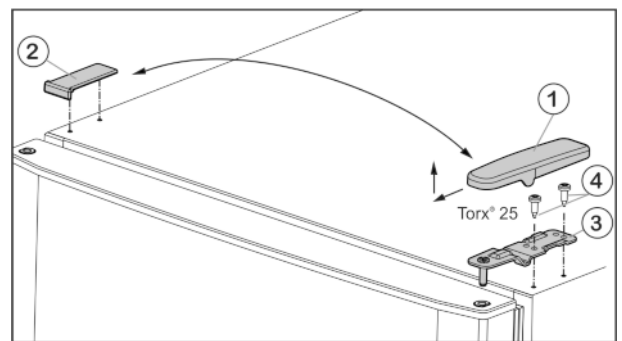
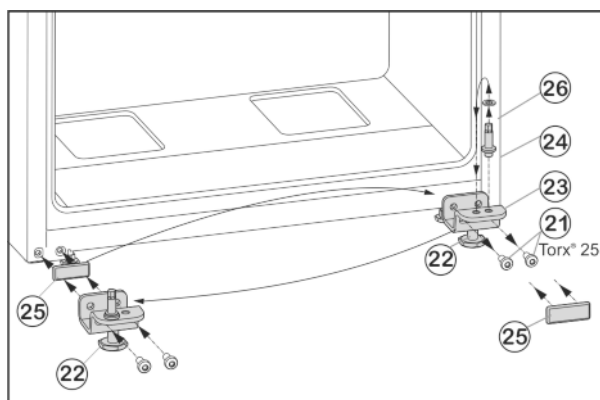

Fig. 4
Fig. 6
- Enlever le cache Fig. 4 (1) vers l'avant et vers le haut.
- Retirer le cache Fig. 4 (2).
- Dévisser le support d'appui supérieur Fig. 4 (3) (2 Torx® 25) Fig. 4 (4) et retirer vers le haut.
- Desserrer les vis de fixation Fig. 6 (21).
- Retirer l'ensemble du support de palier inférieur Fig. 6 (23) avec le boulon de palier Fig. 6 (24), la rondelle Fig. 6 (26) et le pied de réglage Fig. 6 (22).
- Dévisser l'ensemble du boulon de palier Fig. 6 (24) avec la rondelle Fig. 6 (26), déplacer le tout dans le trou de préhension du côté opposé du support de palier et revisser fermement.
- Retirer avec précaution la plaque de recouvrement Fig. 6 (25) et la déplacer du côté opposé.
- Revisser l'ensemble du support de palier inférieur Fig. 6 (23) avec le boulon de palier Fig. 6 (24), la rondelle Fig. 6 (26) et le pied de réglage Fig. 6 (22) du côté de la nouvelle charnière, au besoin à l'aide d'une visseuse sans fil (**en appliquant un couple de 4 Nm**).
- Placer la porte inférieure depuis le haut sur le boulon Fig. 6 (24).
- Remettre en place le support de palier du milieu (13) à 180° dans la porte inférieure et la visser solidement à l'aide des vis de fixation (11) (2 fois Torx® 25) sur le nouveau côté de la charnière (**avec 4 Nm**).
- Remettre en place la rondelle de plastique (10).
- Mettre en place la porte supérieure sur le support de palier (13).
- Placer le support d'appui supérieur Fig. 4 (3) sur le nouveau côté charnière de porte.
- Revisser le support de palier (**en appliquant un couple de 4 Nm**) (2 Torx® 25) Fig. 4 (4). Utiliser au besoin une visseuse sans fil.
- Remettre en place l'habillage Fig. 4 (1) du côté opposé depuis l'extérieur et l'enclencher.
- Remettre en place l'habillage Fig. 4 (2) du côté opposé depuis le dessus et l'enclencher.
- Dévisser le pied de réglage Fig. 6 (22) au niveau du support de palier inférieur Fig. 6 (23) jusqu'à ce qu'il repose au sol.